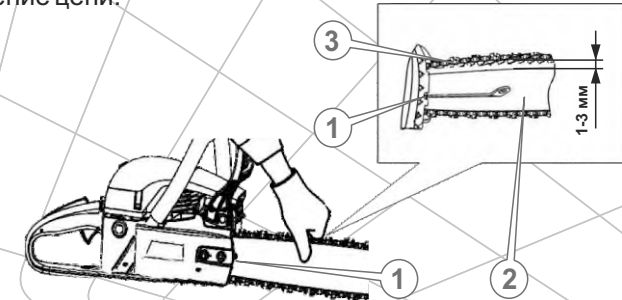

Рис. 8
2. Измерьте величину зазора между направляющей цепи (3) и шиной (2). Зазор должен быть в пределах 1-3 мм (см. рис. 8), а сама цепь должна легко перемещаться от руки вдоль паза шины.